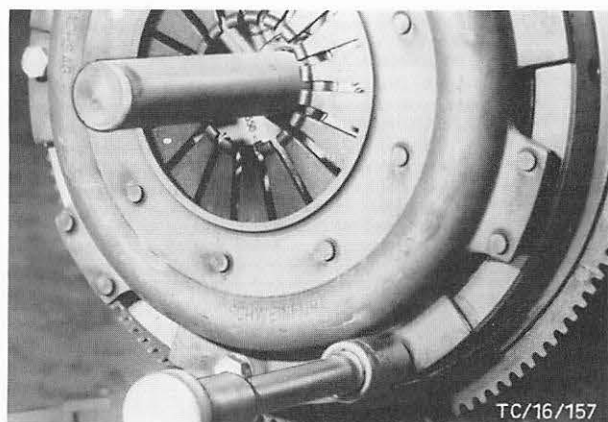

Abb. 299 Kupplungsdruckplatte mit Reibscheibe anbauen
6. Kupplungsreibscheibe und Kupplungsdruckplatte montieren, dabei Reibscheibe mit Spezialwerkzeug 21-044 bzw. GH-7554 zentrieren, Abb. 299.